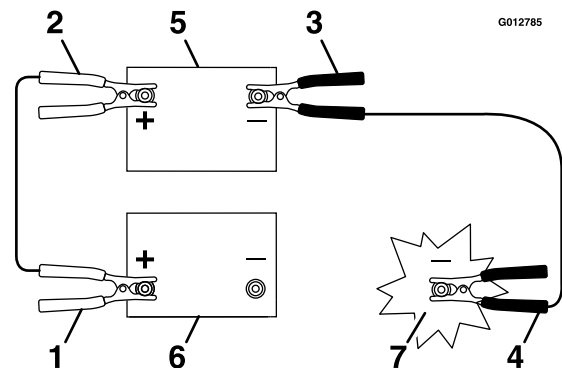

Figura 63
5. Conecte el cable positivo (+) al borne positivo (+) de la batería descargada que está conectado al motor de arranque o al solenoide, según se indica en Figura 63.